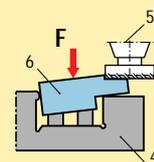

Abbildung 5b: Überbestimmung eingepasstes Werkstück.
Abbildung 5b, kommt es zu einer Überbestimmung, da zwar der Abstand der Bestimmflächen (1) und (3) (Einstellfläche, Führungsfläche, Stützfläche) in der Vorrichtung konstant, jedoch das Maß c der einzelnen Werkstücke unterschiedlich ist. Dieses Überbestimmen wirkt sich als Fehler in den Maßen a und b aus.